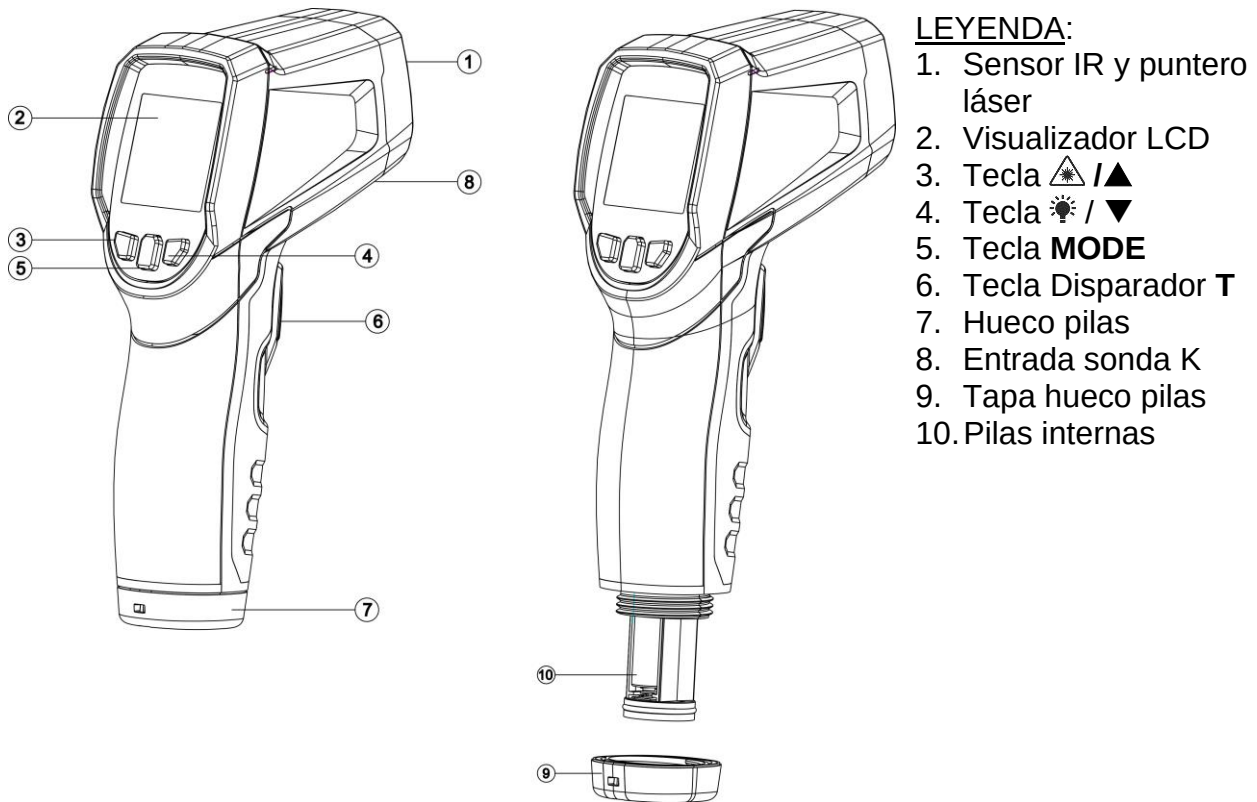
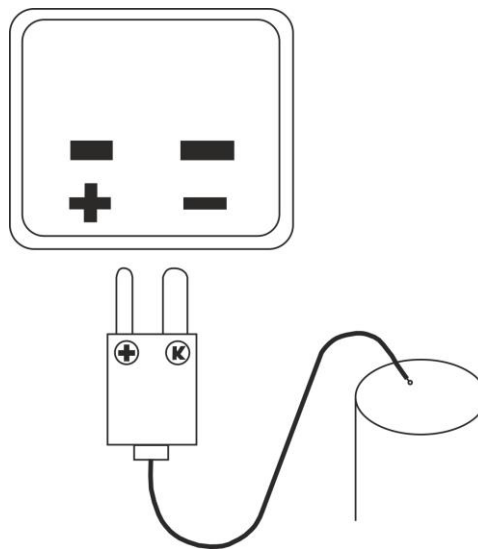

Fig. 1: Descripción del instrumento
Fig. 5: Inserción sonda tipo K en el instrumento
La tecla disparador **T** (ver Fig. 1 – parte 6) permite:
1. Abra la tapa de protección del terminal de entrada (ver Fig. 1 – parte 8) e inserte la sonda de tipo K respetando las polaridades indicadas (ver Fig. 5)
1. Desatornille la tapa del hueco de las pilas (ver Fig. 1 – parte 9) y extraiga el conjunto de pilas (ver Fig. 1 – parte 10)